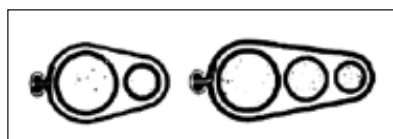

Рисунок 4.14 - Расположение застежки манжеты и кабелей при разветвительных соединениях
**4.2.6** Устанавливают манжету над муфтой по ранее сделанным отметкам на оболочке (шланге) таким образом, чтобы перекрывающийся клапан, направляющие манжеты и застежка располагались над самым большим по диаметру кабелем (рисунок 4.14).